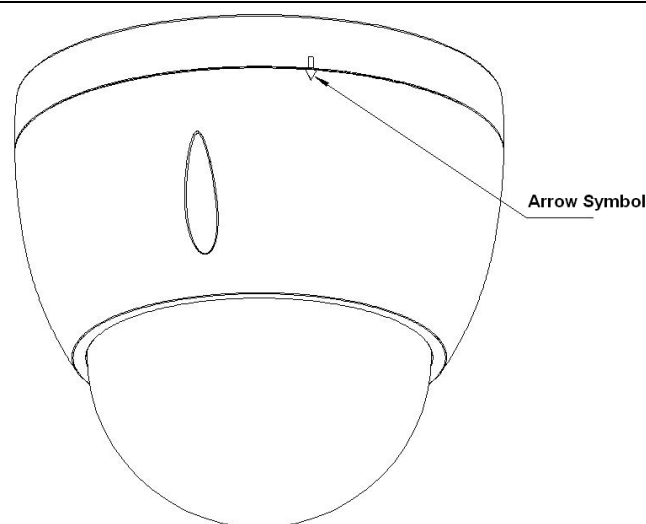

Рисунок 3-3
- 4) Руководствуясь Рисунок 3-3, совместите знак стрелки на внешней оболочке скоростной купольной камеры со знаком штриха на цоколе. Закрепите внешнюю оболочку на цоколе тремя винтами (входят в комплект) и надежно затяните их.